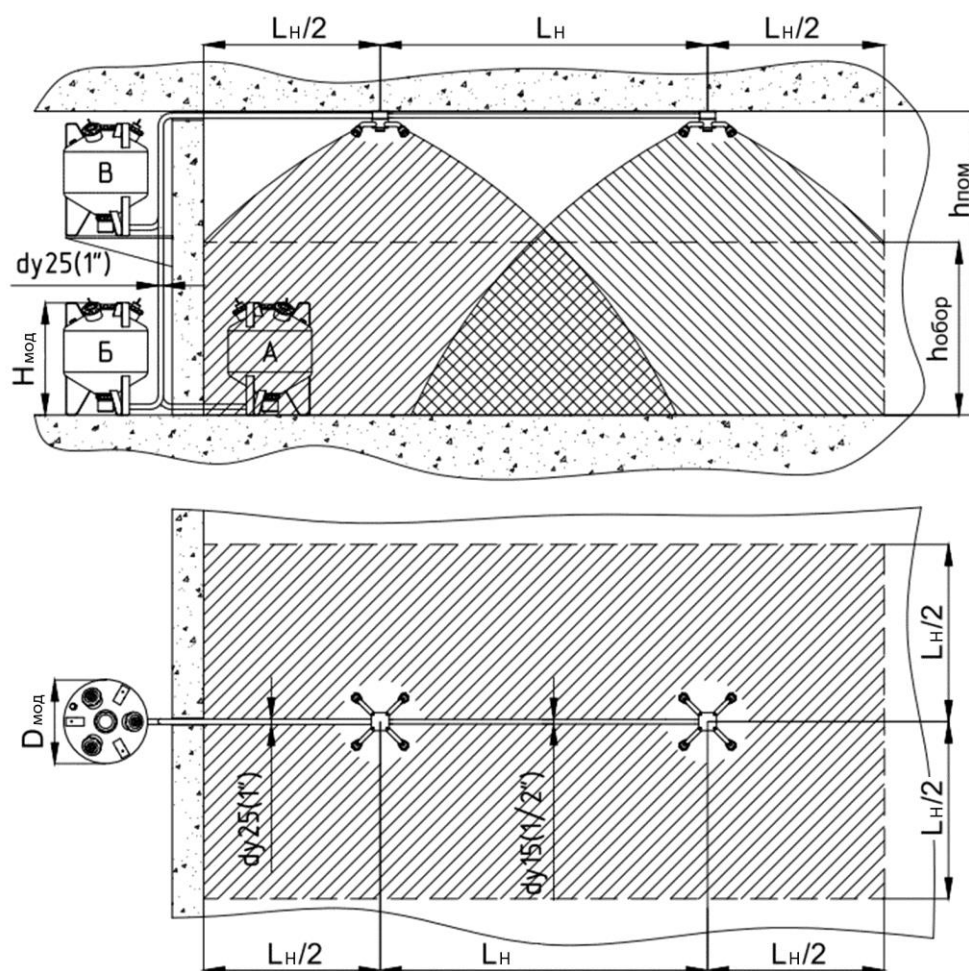

Рис. 2 Типовой вариант размещения модулей с линейной конфигурацией подводящего и распределительного трубопроводов
3.2. Установка «ТРВ-Гарант»-30-ГЗ-ВД состоит из герметичной емкости (1) объемом 35 л. заправленной 30л. водного раствора ОТВ, газогенераторных устройств (2) и мембранного рабочего узла (5), расположенного в нижней части установки. Для сброса давления
предусмотрен мембранный предохранительный клапан (3). Ёмкость с раствором ОТВ (1) соединена с насадками-распылителями, трубной разводкой (6). В нижней части корпуса модуль имеет узлы крепления (ножки), для крепления модуля к полу(поверхности). Рабочая емкость (1) с раствором ОТВ может быть расположена, при соблюдении температурных режимов эксплуатации (табл. 2) как внутри, так и вне защищаемого помещения. На рис. 2 и 3 приведены типовые варианты размещения модулей и насадков-распылителей. Расстояния между насадками-распылителями L_H , определяются расчетом по методике проектирования приведенной в ТУ-4854-502-96450512-2010 и должны соответствовать требованиям табл. 1 настоящего документа.